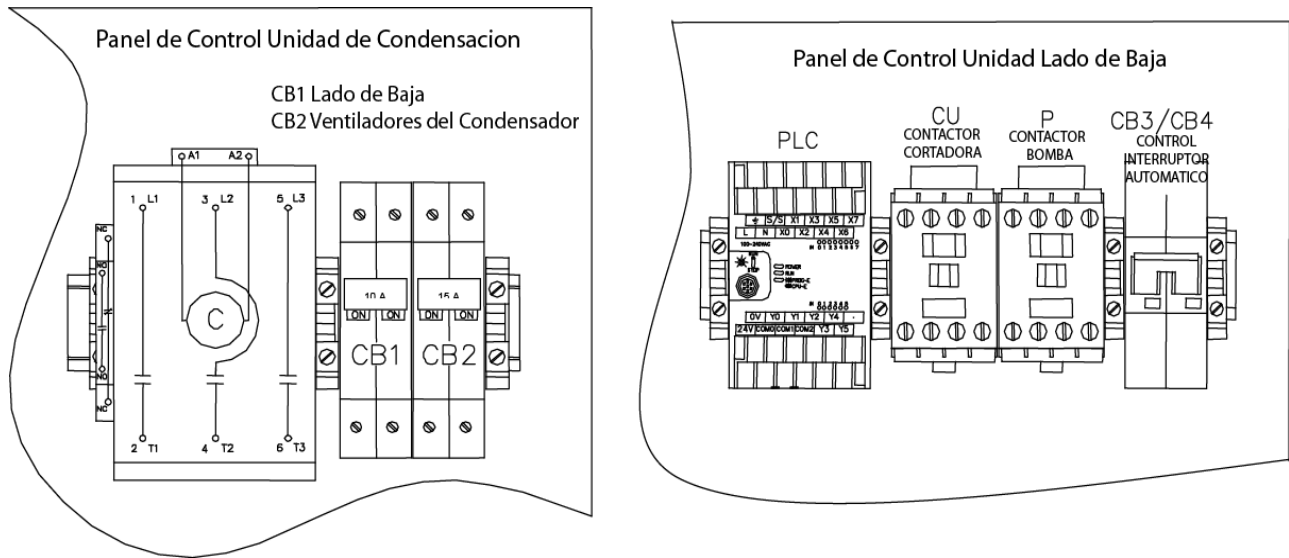

FIGURA 4-2
6. Energizar la unidad dos (2) horas antes de poner la máquina en marcha para energizar el calentador del cárter.
7. Asegúrese que los interruptores automáticos en el panel de control de la unidad de condensación están en la posición "On" (Encendido). (Figura 4-2)